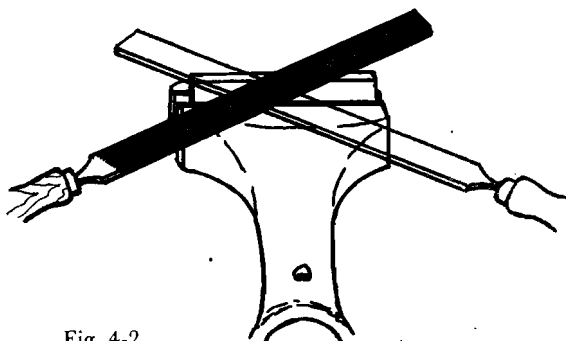

Fig. 4-2
1.2. Amarre.—Amarrar la pieza horizontal (fig. 4.2), de forma que sobresalga de 5 a 10 mm.